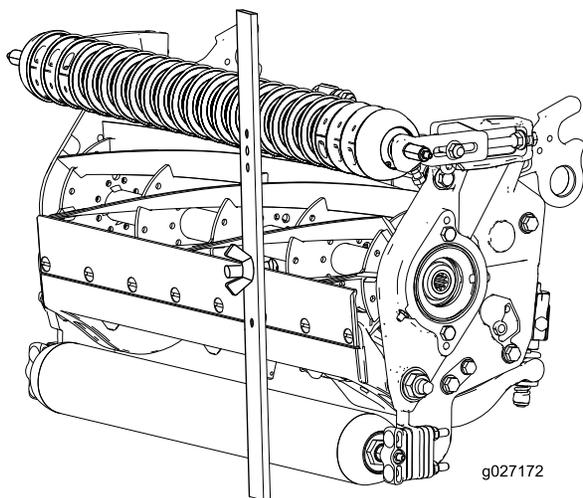

Рисунок 16
4. Зацепите головку винта за режущую кромку неподвижного ножа и прислоните задний конец планки к заднему валу (Рисунок 16).
5. Поворачивайте регулировочный винт до тех пор, пока передний валик не коснется измерительной планки (Рисунок 16).